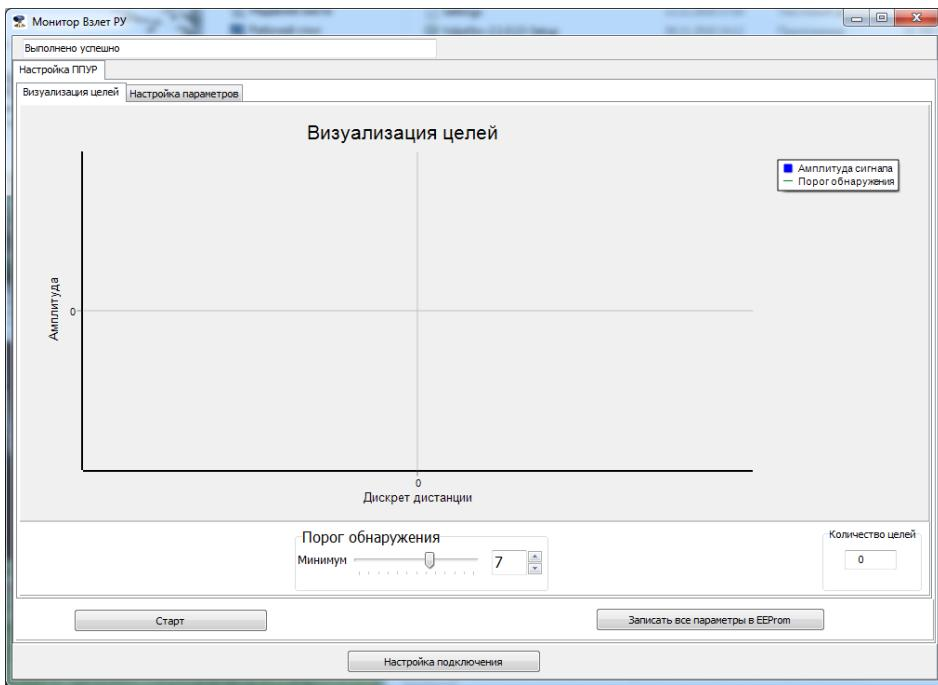
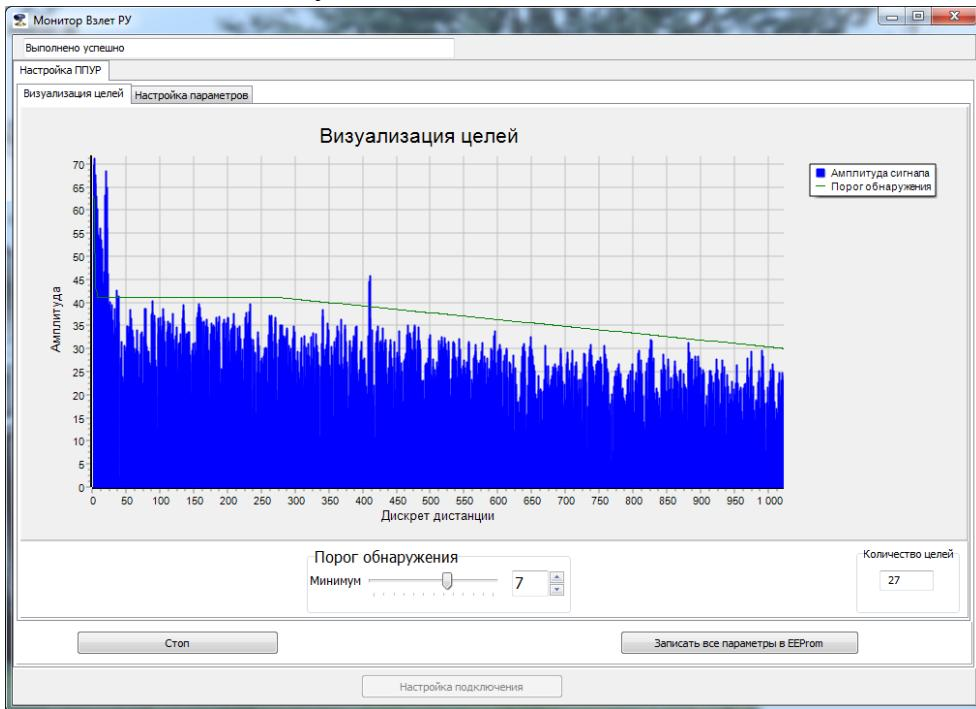

Рис.23. Окно «Визуализация целей».
Рис.24. «Шумовая дорожка».
5.7.2. После успешного подключения откроется окно «Визуализация цепей» (рис.23). Для начала процесса измерений нажмите кнопку «Старт», начнется процесс отображения измерений, как приведено на рис.24.
5.7.3. На рис.24 приведена «шумовая дорожка», характеризующая спектр получаемого отраженного радарного СВЧ-сигнала. По оси «Х» отложена дистанция до измеряемой среды с дискретностью 4 см, по оси «Y» – амплитуда сигнала в дБ.